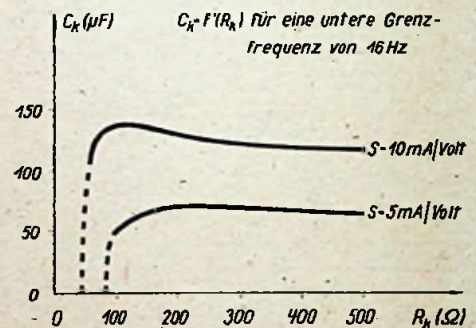

Abb. 2
Diese Beziehung (22) im Diagramm dargestellt zeigt Abb. 2. Hierbei ist $\omega_0 = 2\pi f_0 = 100$ Hz (also etwa für die unterste Hörgrenze $f_0 = 16$ Hz) eingesetzt.